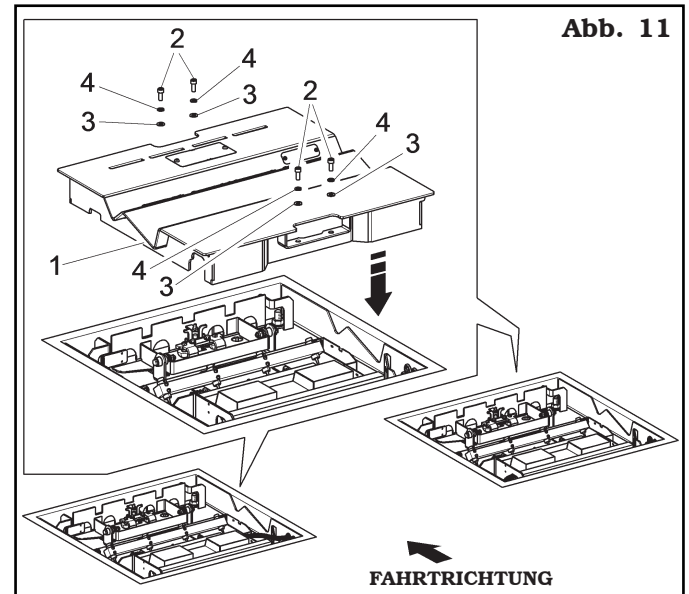

Abb. 11
8. Schließlich, unter Beachtung der R - L korrekten Positionierung, die Abdeckungen (**Abb. 11 Pkt. 1**) der Messplatte, mit den mitgelieferten Schrauben (M8) (**Abb. 11 Pkt. 2**) und Scheiben (D8) (**Abb. 11 Pkt. 3-4**) montieren.